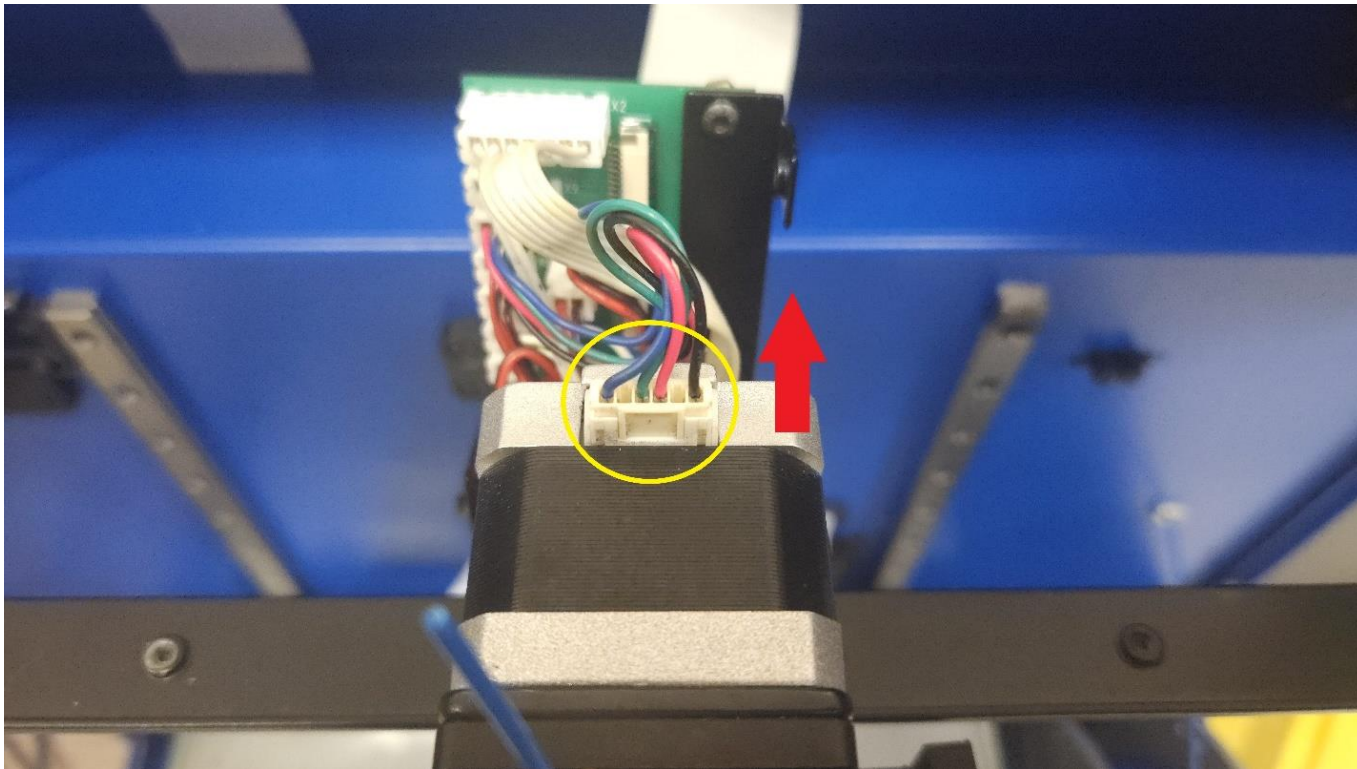

Рисунок 8 — Разъем шлейфа двигателя
9. Отсоедините шлейф от двигателя экструдера (рисунок 8).